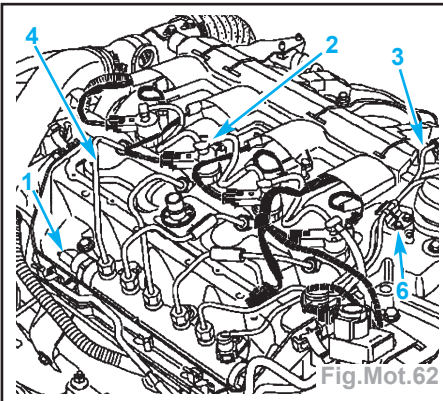

Fig.Mot.62
- Débrancher électriquement le capteur de pression (1) et les injecteurs (Fig. Mot.62).